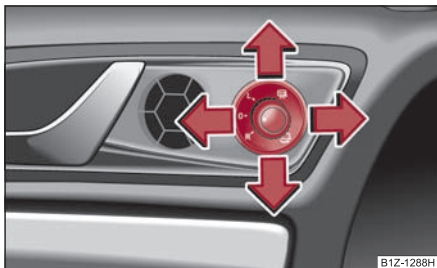

Fig. 72 Interiorul ușii: Buton rotativ
- Aduceți butonul rotativ în poziția ⇒ fig. 72.
Când butonul rotativ se află în poziția **R** ⇒ fig. 72 și se selectează treapta de marșarier, suprafața oglinzii se basculează puțin în jos. Astfel în timpul parcării este asigurată vizibilitatea spre bordură.
- Dacă oglinzile au fost pliate de la butonul rotativ ⇒ pagina 72, fig. 72, acestea pot fi aduse la poziția inițială numai de la butonul rotativ.